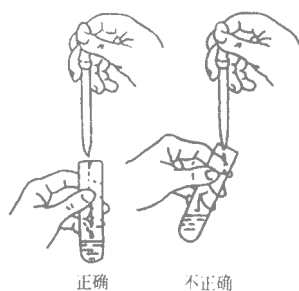

图 1.3.3 往试管中滴加液体
(2) 从滴瓶中取用试剂时 要用滴瓶中的滴管 不允许用别的滴管。取用时提起滴管 使管口离开液面，用手指捏紧滴管上部的乳胶帽排除空气，再把滴管伸入试剂瓶中吸取试剂。往试管中滴加试剂时 切勿使滴管伸入试管中 以免污染滴管（图 1.3.3）。滴加完后，应立即将滴管插回原滴瓶内。从滴瓶取用液体试剂时有时要估计其取用量，此时可通过计算滴下的滴数来估计，一般滴取 20~25 滴为 1 ml。